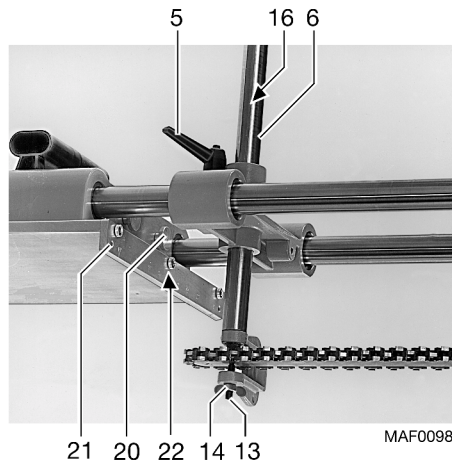

Abb. 3
- Am Schlitzgerät den Aufnahmeteil 3 (Abb. 3) ganz ausfahren.
- Zum Anbringen der Führungsschienenabstützung Gewindestift 13 (Abb. 3) nach Lösen der Flügelmutter 14 zurückdrehen, damit sich die Fräskette zwischen Gewindestift 13 und Abstützapfen 15 (Abb. 3) hindurchbewegen lässt.
- Dann Gewindestift 13 (Abb. 3) mit Flügelmutter 14 sichern.
- Stützbrücke 4 (Abb. 3) zurückziehen.
- Gewünschten Abstand nach Maßstab 16 (Abb. 3) durch Verdrehen des Handgriffes 10 (Abb. 3) einstellen und Klemmhebel 5, 7 und 8 wieder festspannen.
- Nach dem Schwenken Schrauben 17 und 18 (Abb. 3) wieder festziehen.
Die Stemmtiefe kann durch Anschlag 19 (Abb. 3) begrenzt werden.
Nach dem Einstellen des Schlitzabstands Stützbrücke 4 (Abb. 3) zur bestmöglichen Abstützung der Führungsschiene ganz nach vorne schieben und einrasten lassen.
Haltespitzen 20 (Abb. 3) in Gewinde 21 einschrauben. Grundplatte nach Skala 22 ausrichten und voll gegen das Holz drücken.